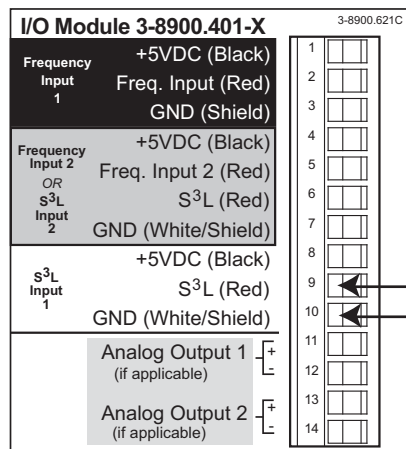

Figura 1
2. Conecte el terminal 10 de ambos controladores entre sí con un conductor monofilar. Vea la Figura 1 de abajo como referencia.